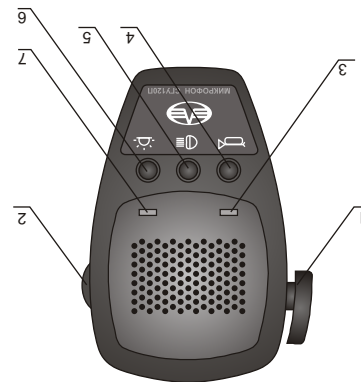
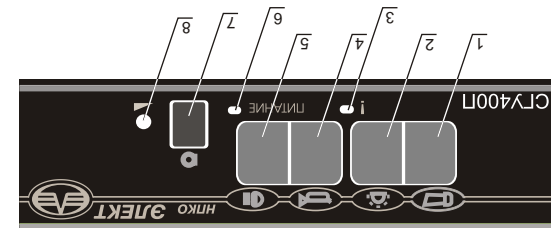

рис. 2
рис. 1
- 7.1 Расположение кнопок управления на передней панели блока СГУ400П приведено на рис.1, расположение кнопок управления на микрофоне СГУ120П приведено на рис.2.